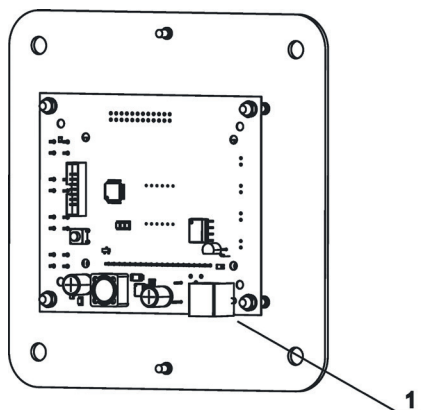

Рисунок 10 Внешняя панель Comfort AIR+
- В розетку XP1 платы внешней панели подключить один из разъемов межблочного кабеля (рис.10, поз.1)